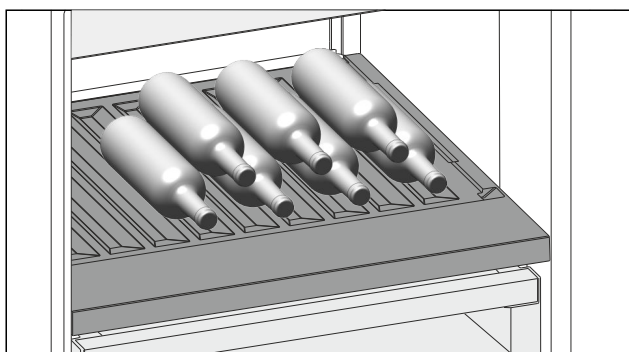

Fig. 125
- Fľaše vkladajte dnom dozadu k zadnej stene. (pozri Fig. 125)